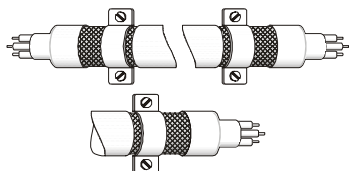

图 2
4. 电机线的隔离铜网与金属板的连接方式需正确，应将电机线两端的隔离铜网使用 U 型金属配管支架与金属板固定，正确的连接方式请见图 2。